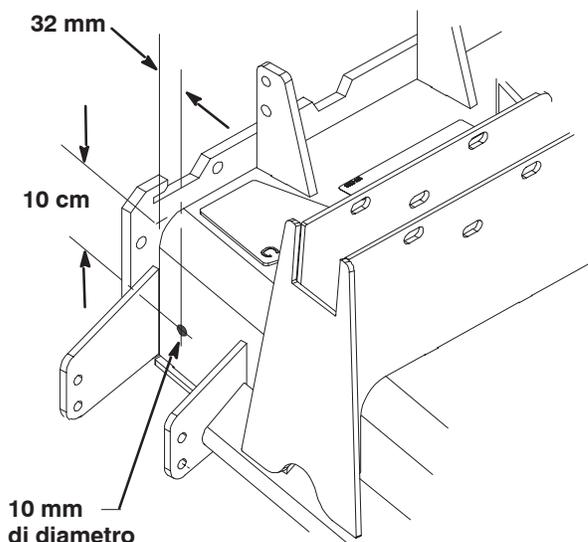

Figura 5
6. Utilizzando le dimensioni riportate nella figura 5, marcate e trapanate un foro del diametro di 10 mm nell'angolo anteriore destro dell'apparato di taglio.